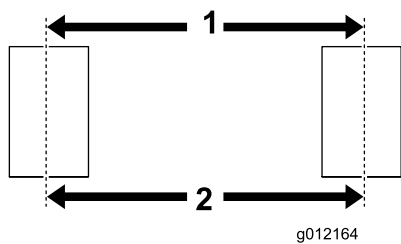

Figura 3
**Nota:** Per evitare l'usura prematura degli pneumatici le ruote dovrebbero avere una convergenza da 0 a 3 mm quando sono indirizzate in avanti. Per verificare la convergenza tracciare una linea attorno al centro di ogni pneumatico. Misurate l'interasse (Figura 3) all'altezza dell'assale, sulla parte anteriore e posteriore degli pneumatici. Regolate le staffe di montaggio dell'assale in modo che la misurazione nella parte anteriore dello pneumatico non sia di oltre 3 mm inferiore rispetto alla misurazione rilevata nel retro dello pneumatico.